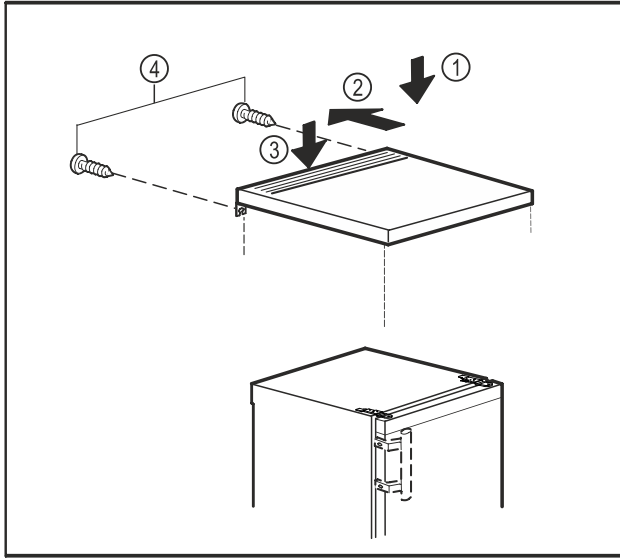

Fig. 11
- Çalışma tezgahını cihazın üzerine yerleştirin. Fig. 11 (1)
- Çalışma tezgahını arkaya doğru kaydırın. Fig. 11 (2)
- Çalışma tezgahını arka taraftan aşağı doğru bastırın. Fig. 11 (3)
- Arka taraftaki cıvataları sıkın. Fig. 11 (4)